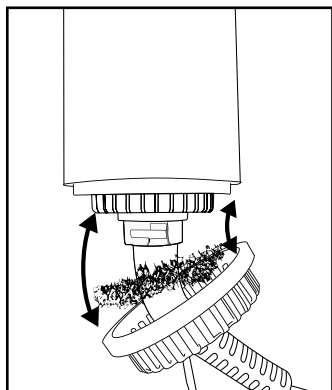

Fig. 4
- Rimuovere i capelli dagli accessori ⑧-⑪ con le dita. Per pulire gli accessori ⑧-⑪ immergerli in acqua tiepida. È possibile usare detergenti delicati, poi sciacquare accuratamente con acqua. Fare asciugare completamente gli accessori ⑧-⑪ prima di riapplicarli all'apparecchio.
- Controllare se la griglia di aspirazione ④ è priva di capelli e pelucchi. Pulirla servendosi di una spazzola asciutta.
- Pulire a intervalli regolari il filtro dietro la griglia di aspirazione ④, al più tardi quando si notano impurità. A tale scopo togliere la griglia di aspirazione ④ (vedere le figg. 3 e 4) ruotandola finché non sia più possibile farlo e poi tirandola verso il basso (eventualmente ruotandola allo stesso tempo leggermente avanti e indietro). Rimuovere le filacce e le impurità aderite al filtro con le dita o con una spazzola morbida. Premere nuovamente il filtro nel cestello della griglia di aspirazione ④ in modo da poter poi applicare di nuovo la griglia di aspirazione ④. Spingere la griglia di aspirazione ④ sulla sede presente nell'apparecchio e bloccarla saldamente ruotandola. Prestare attenzione alle due piccole rientranze nell'attacco del cavo di alimentazione ⑥ (vedere fig. 4), nelle quali vanno spinte le sporgenze corrispondenti del lato interno dell'apertura della griglia di aspirazione ④.